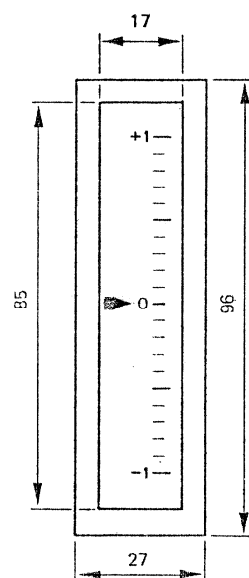

Fig. 6.4.-1
- 1 Instrument Weston-Profil, Modell 131 mit Skala -1 ... 0 ... +1 (Fig. 6.4.-1).
- Einbauöffnung gemäss Fig. 6.4.-2 herstellen und Instrument einbauen.
- Gemäss Fig. 6.4.-3 verdrahten.